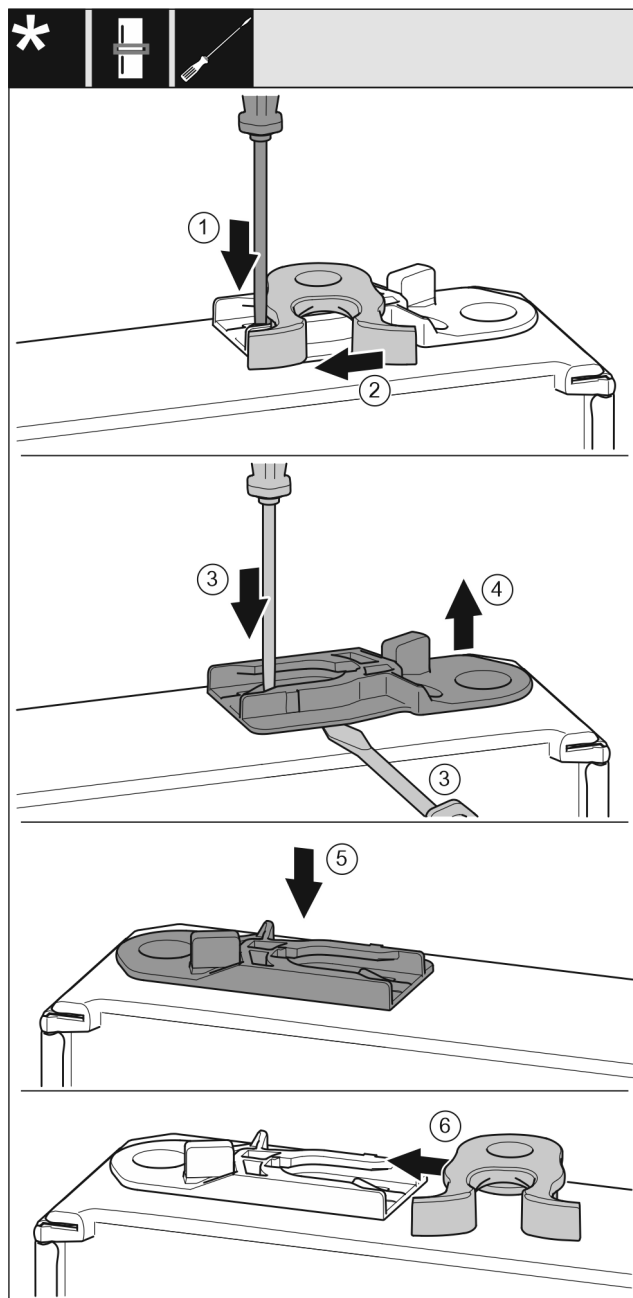

Fig. 20
- Lasche Fig. 20 (1) mit Schlitzschraubendreher nach unten drücken.
- Schließhaken Fig. 20 (2) aus Führung ziehen.
- Führungsbuchse Fig. 20 (3, 4) herausziehen: Lasche mit Schlitzschraubendreher drücken und gleichzeitig mit Schlitzschraubendreher unter Führungsbuchse fahren.
- Im Lieferumfang beiliegende Führungsbuchse Fig. 20 (5) auf anderer Gehäusesseite einschieben.
- Schließhaken Fig. 20 (6) in Führung schieben.